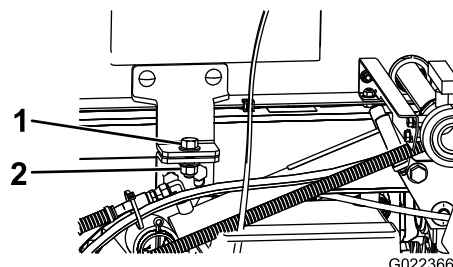

Bild 41
4. Entfernen Sie die Sicherungsschrauben vorne am Gestell (Bild 41).